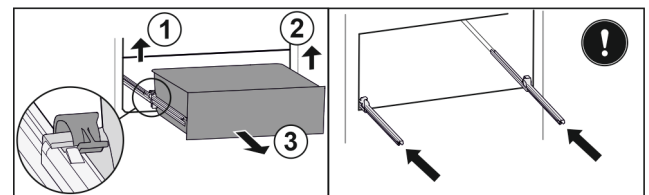

Fig. 127
- Linke Klemme anheben und gleichzeitig Schubfach links nach vorne ziehen. Fig. 127 (1)
- Rechte Klemme anheben und gleichzeitig Schubfach rechts nach vorne ziehen. Fig. 127 (2)
- Schubfach nach vorne entnehmen. Fig. 127 (3)